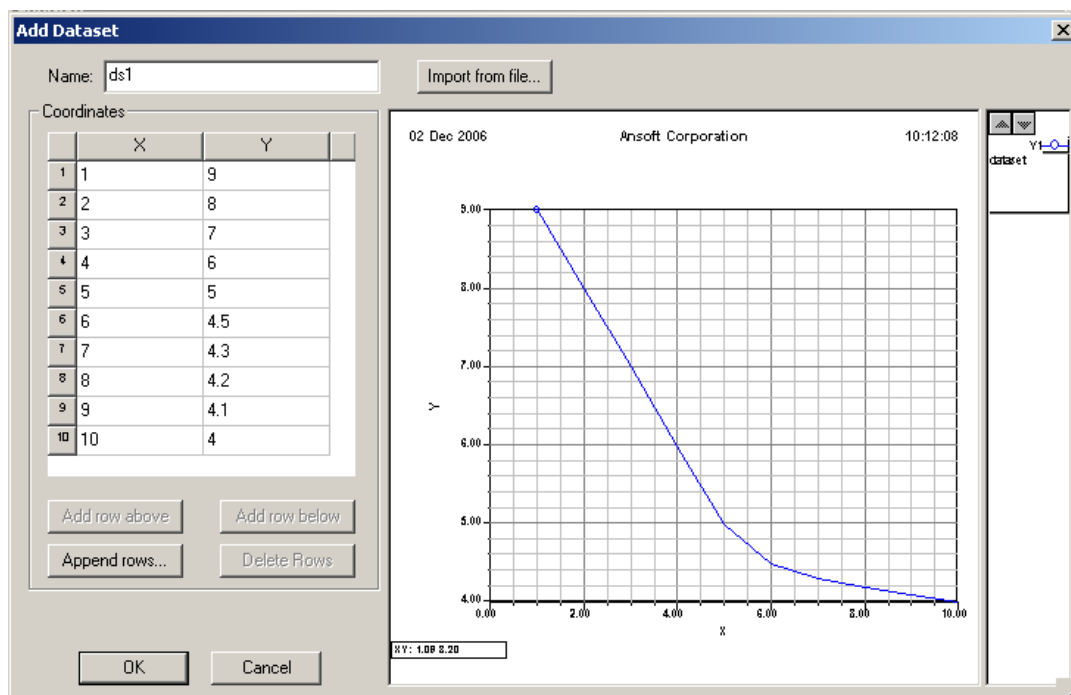

Рис. 3.31. Диалог ввода функции по точкам
- Если Вы выбираете **Add/Import dataset**, появляется диалог **Add Dataset** (рис. 3.31).